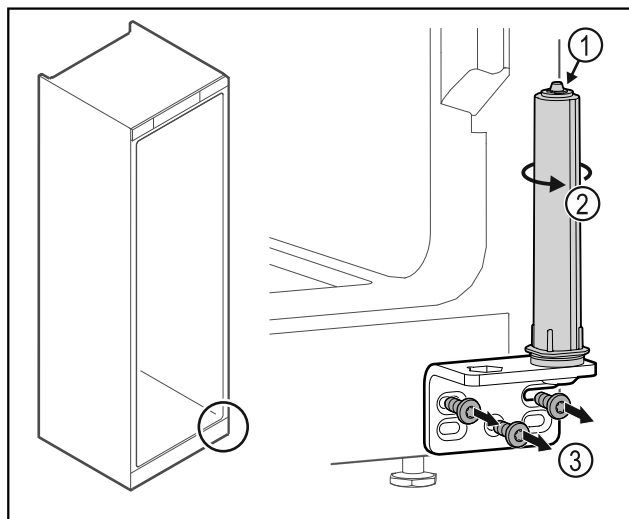

Fig. 47
- Non disassemblare il sistema di chiusura della porta Fig. 47 (1).
- Ruotare il sistema di chiusura Fig. 47 (2) finché non si innesta con un clic.
- Svitare la cerniera angolare Fig. 47 (3).